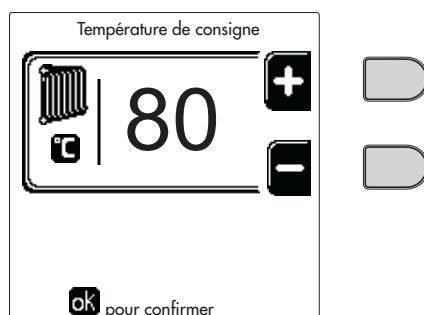
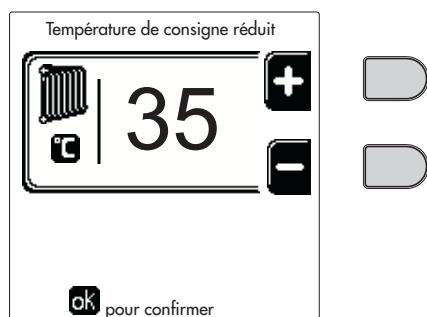
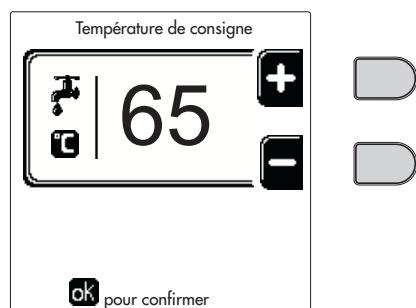
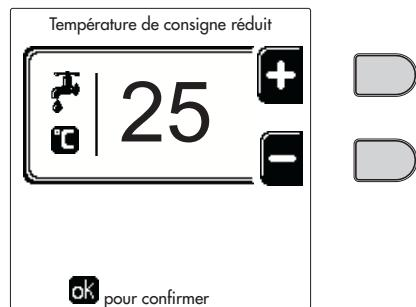

fig. 12
fig. 13
fig. 14
fig. 15
- **ON.** En cas de demande Chauffage/ECS, la chaudière fonctionne à la Température de Réglage Chauffage/Sanitaire (fig. 12/fig. 14) définie.
- **R.** En cas de demande Chauffage/ECS, la chaudière fonctionne à la Température de Réglage Réduite. On obtient la température Réduite en ôtant la valeur de la Température de Réglage Réduction (fig. 13/fig. 15) de la Température de Réglage Chauffage/ECS (fig. 12/fig. 14) définie.